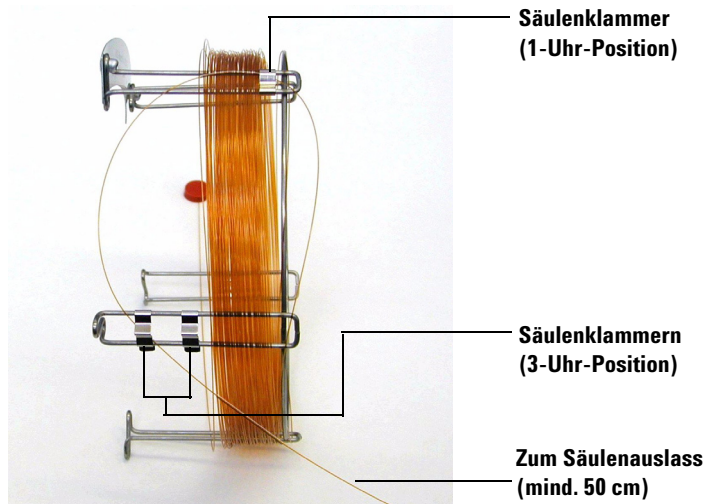

Abb. 6 Säule durch die 3-Uhr-Position geführt
- 5 Führen Sie jetzt die Auslassseite der Säule durch die Klammern an der 3-Uhr-Position, sodass der Säulenauslass in Richtung Rückseite des Säulenkäfigs zeigt. Stellen Sie sicher, dass der Teil der Säule, der zwischen den beiden Klammern liegt, NICHT über die Säulenbezeichnung hinausragt. Siehe Abb. 6.